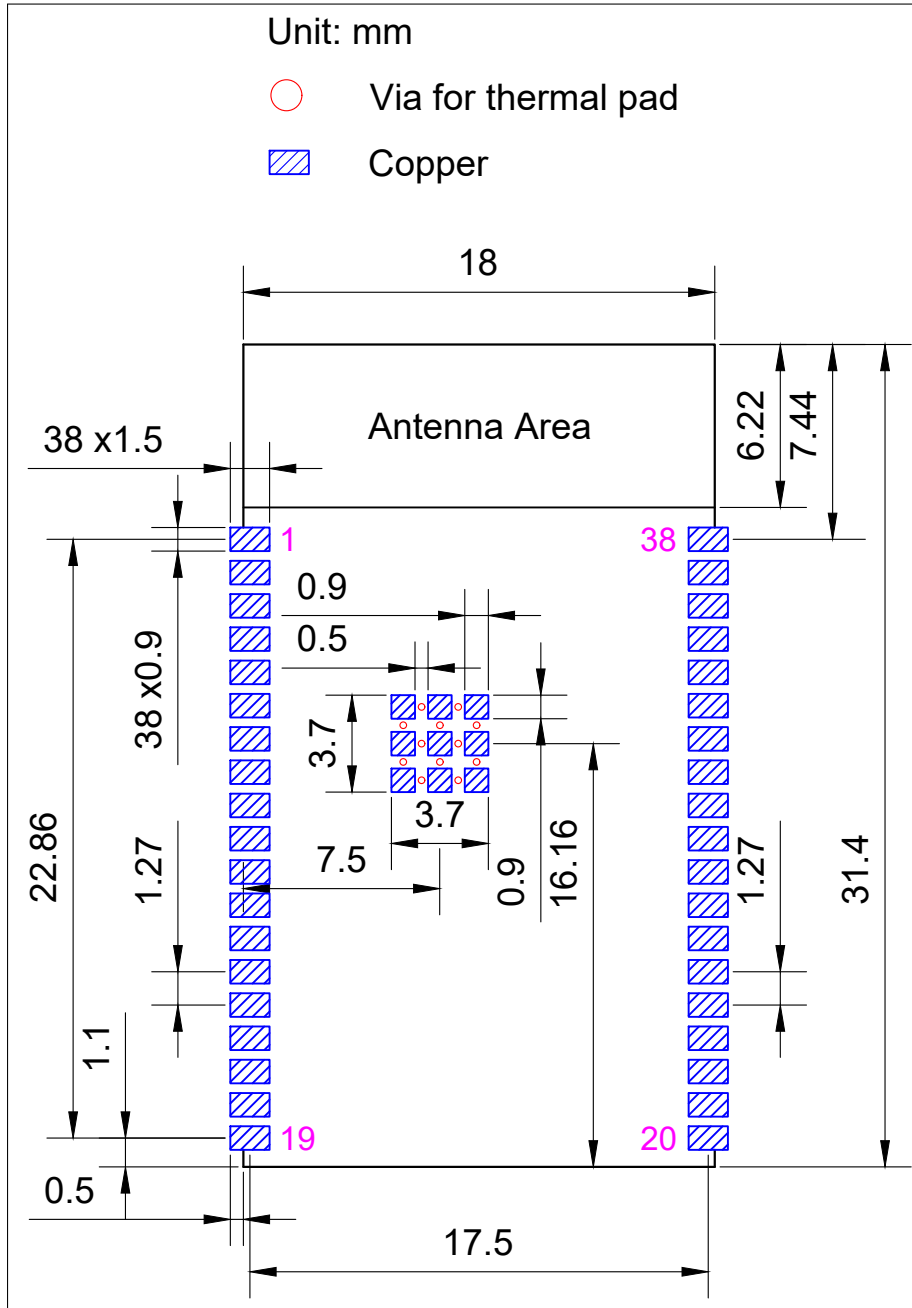

图 8: PCB 封装图形
- 推荐 PCB 封装图，标有 PCB 设计所需的全部尺寸。详见图 8 *PCB 封装图形*。
- 推荐 PCB 封装图的源文件，用于测量图 8 中未标注的尺寸。您可用 Autodesk Viewer 查看 ESP32-WROVER-B 和 ESP32-WROVER-IB 的封装图源文件。